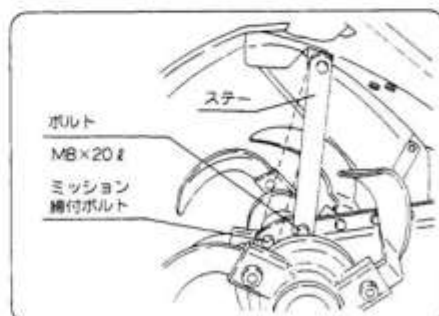

図58
- 5 ステアを1段上にセットしてください。(M8×20 ϕ ボルト)(図58)
- 6 ミッション締付ボルトを取付けてください。(図58)